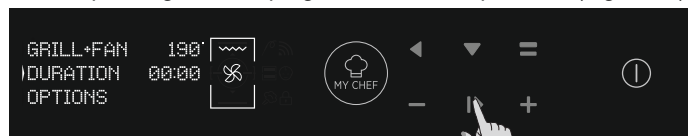

Figura 10
- Pulse ABAJO para cambiar la duración de la cocción. Se hace pulsando los botones MÁS y MENOS mientras con la flecha en la pantalla en la pestaña DURACIÓN. Pulse OK para empezar a cocinar o BACK para regresar a la programación de temperatura. (Figura 10)